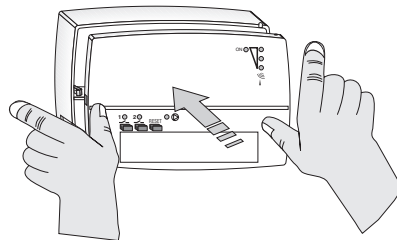

Fig. 9.i
- Cerrar cuidadosamente el receptor (fig. 9.i - fig.10.i).
- Mantener pulsada la **tecla 1** hasta que se oiga una señal acústica; luego, soltar la tecla: el LED 1 parpadea (fig.9).